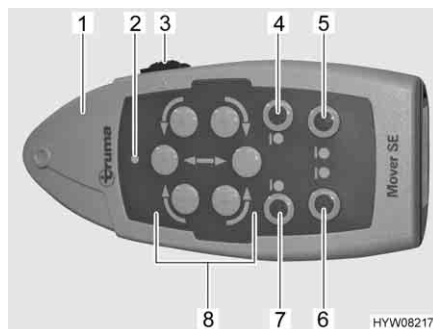

Fig. 3 Mando a distancia
- Empujar el conmutador deslizante (Fig. 3,3) en el mando a distancia (Fig. 3,1) a "ON" (I). Si está encendido el LED verde (Fig. 3,2), el sistema de maniobra estará dispuesto para el funcionamiento.
- De ambos lados, girar las ruedas de accionamiento hacia los neumáticos. Para ello, pulsar las teclas "Girar hacia neumáticos" (Fig. 3,4 y 7).
- Mover el vehículo a la posición deseada mediante las teclas de dirección (Fig. 3,8).
- De ambos lados, retirar las ruedas de accionamiento de los neumáticos. Para ello, pulsar las teclas "Retirar de neumáticos" (Fig. 3,5 y 6).
- Empujar el conmutador deslizante (Fig. 3,3) en el mando a distancia a "OFF" (0).